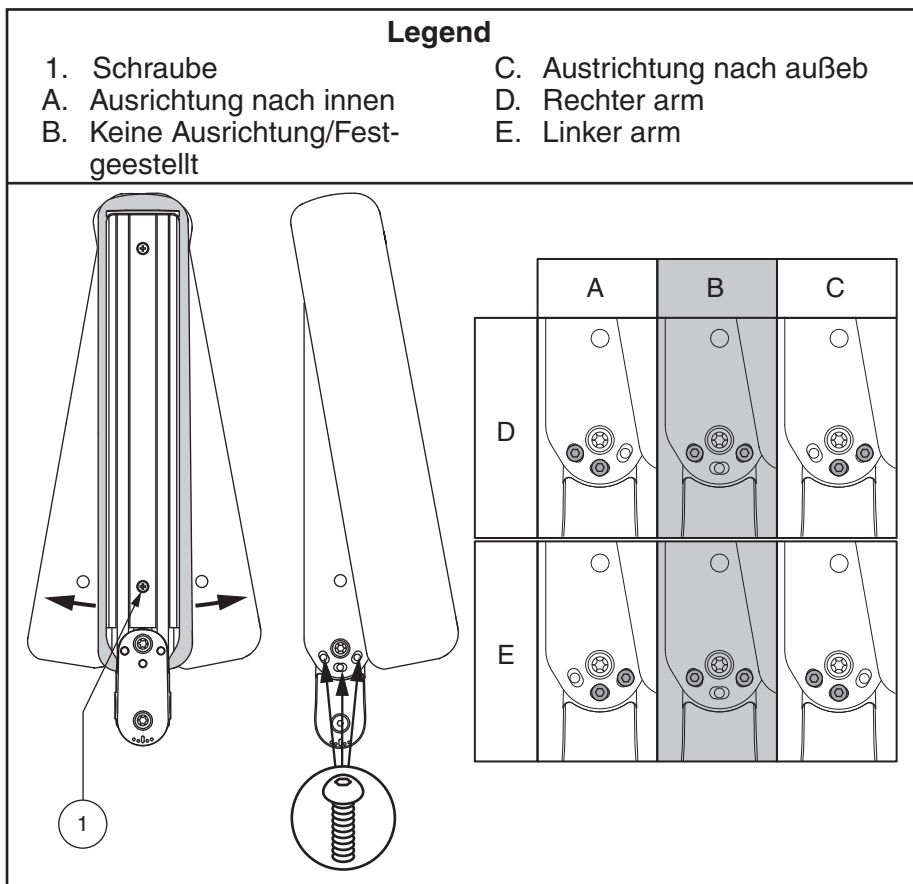

Abbildung 10. Anpassung der Ausrichtung der hochklappbaren Armlehne
2. Entfernen Sie die Schraube an der Unterseite der Armlehne und drehen das Armpolster, um die Einstellschrauben zu erreichen. **Siehe Abbildung 10.**
4. Drehen Sie das Armpolster zurück, so dass die Einstellschrauben verdeckt werden, und ziehen die Schraube an der Unterseite der Armlehne wieder fest. **Siehe Abbildung 10.**